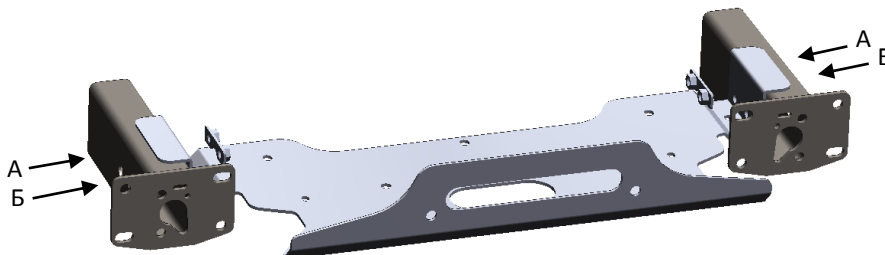
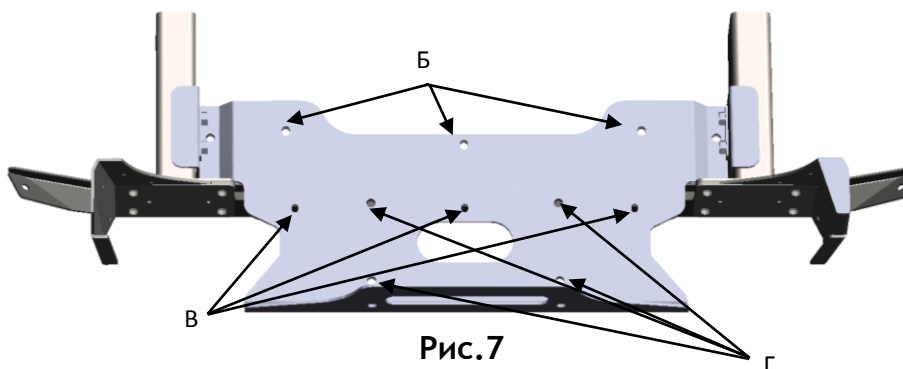

Рис.5
Рис.7
4. Установить площадку лебедки на раме автомобиля в местах А и Б болтами М10х100, используя закладные (рис.5). **ВНИМАНИЕ! Болты не затягивать!**
6. Снять площадку лебедки и усилитель площадки в местах Б болтами М10х20, в местах В болтами М8х20, в местах Г болтами М12х20 (рис.7). Затянуть болты А и Б (рис.5).